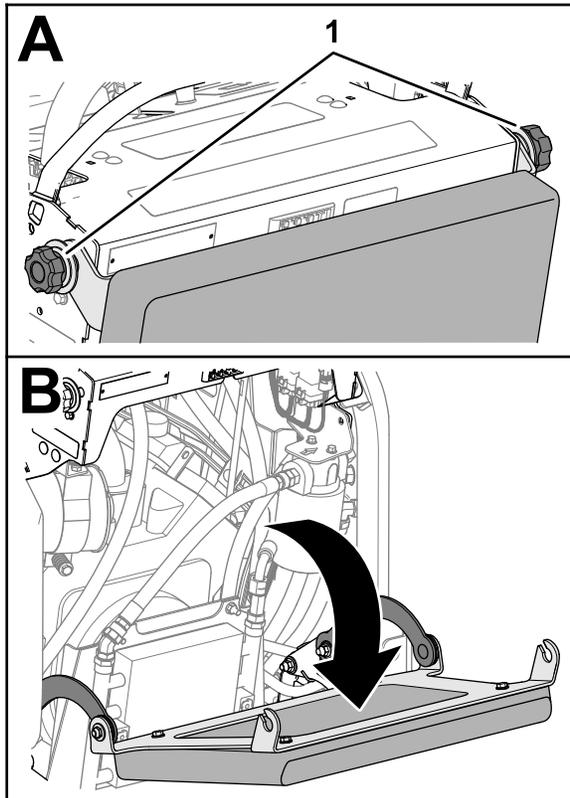

図 67
1. クッションをコントロールタワーに固定している2つのノブをゆるめる 図 67。
2. 運転席のクッションを下げる 図 67。